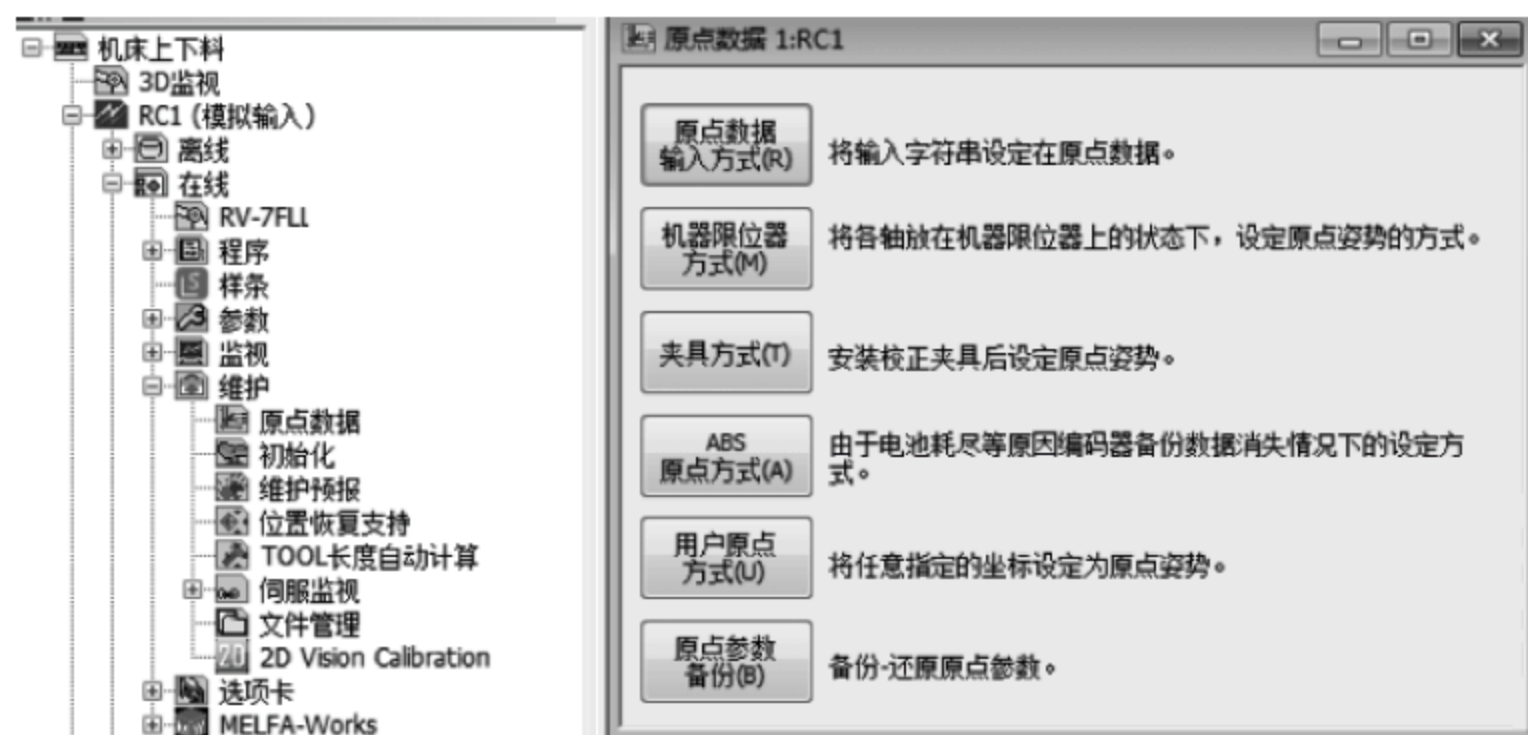

图 8-1 原点数据设置框
在开机后,首先必须设置原点。三菱机器人有以下 6 种设置原点方式,如图 8-1 所示。
单击“维护”→“原点数据”，弹出如图 8-1 所示原点数据设置框。
- (1) 打开 RT 软件，单击“维护”→“原点数据”，弹出如图 8-1 所示原点数据设置框。